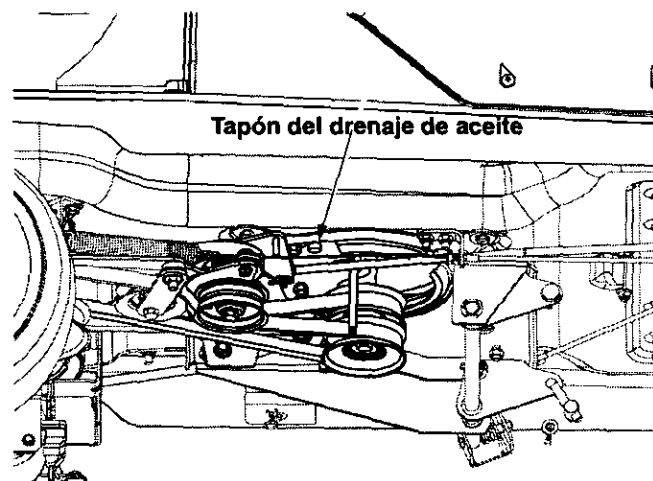

Figura 12
4. Asegúrese de que las tres correas están fuera del paso, desatornille cuidadosamente el tapón del drenaje de aceite y recolecte el aceite en un recipiente. Mantenga el recipiente cerca al tapón de drenaje para evitar salpicaduras. Vea Figura 12.